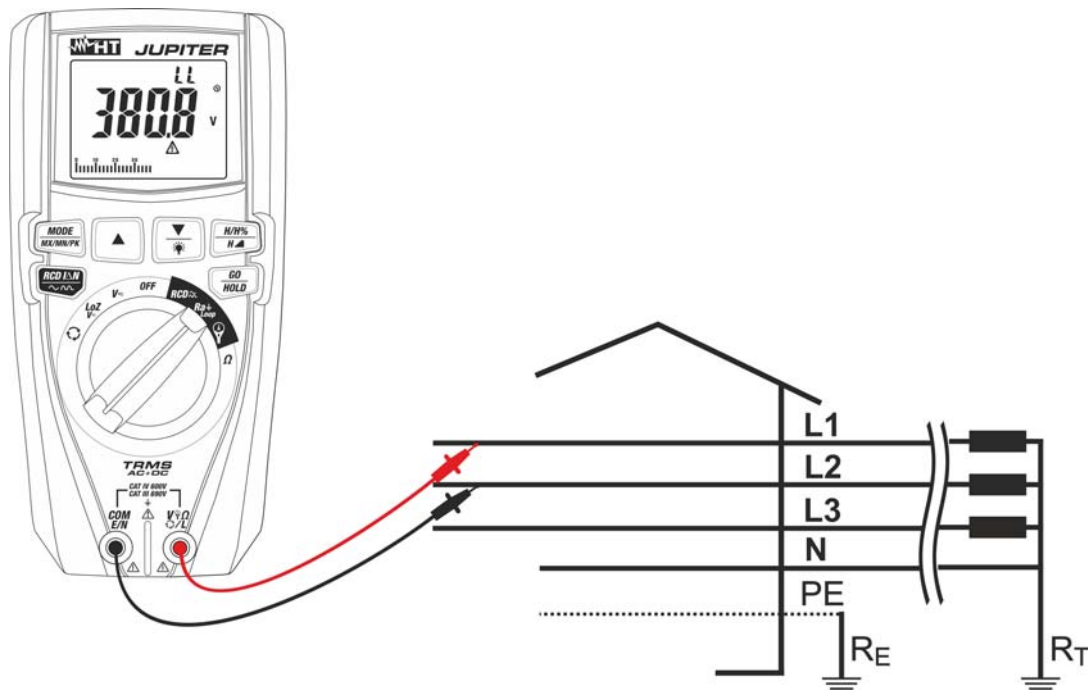

Fig. 27: Utilisation de l'instrument pour mesurer l'impédance de Loop L-L avec embouts.
9. **Pour mesurer la Loop L-L** si on utilise les embouts de mesure, introduire le conducteur rouge dans la borne d'entrée $V\Omega L$ et le conducteur noir dans la borne d'entrée **COM/E/N** puis connecter l'instrument à l'installation sous test (voir Fig. 27). La valeur de la tension Phase-Phase apparaît à l'écran.